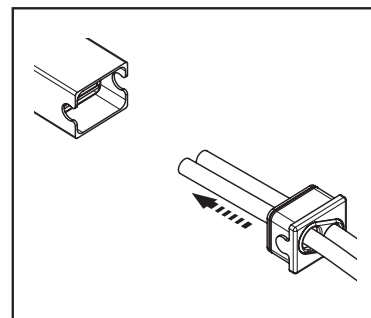

fig.3 Capuchon d'étanchéité et câbles
3. Passer les deux câbles dans les trous prévus à cet effet dans le couvercle d'étanchéité (fig. 3).